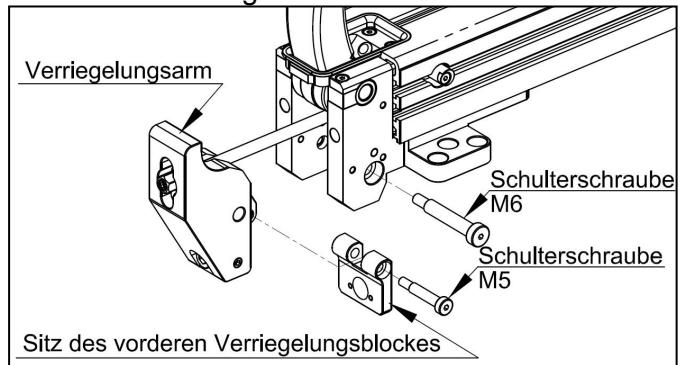

Abb. 9-5
(5) Schieben Sie den Verriegelungs-Schwenkarm heraus, indem Sie zwei Schulderschrauben und den Sitz des vorderen Verriegelungsblocks entfernen, wie in **Abb. 9-5** dargestellt.